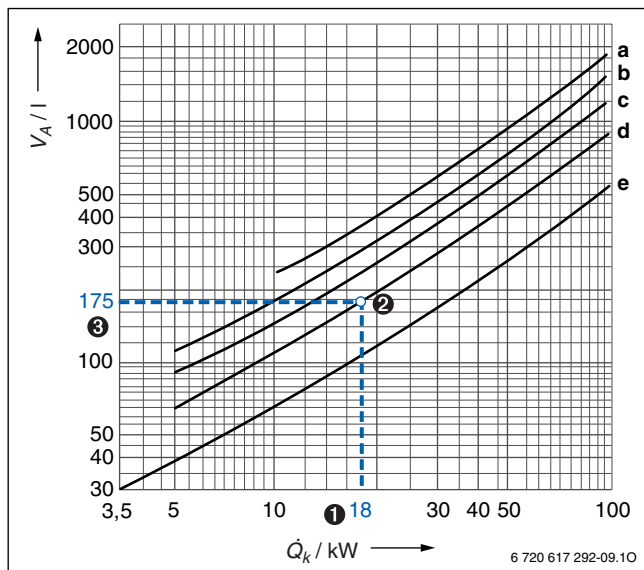

Bild 24 Anhaltswerte für den durchschnittlichen Wasserinhalt von Heizungsanlagen
In Abhängigkeit von verschiedenen Parametern der Heizungsanlage lässt sich das Anlagenvolumen aus dem Diagramm → Bild 24 ablesen.
Das nach Punkt 3 aus dem → Bild 24 abgelesene Anlagenvolumen muss kleiner sein als das maximal zulässige Anlagenvolumen. Wenn das nicht zutrifft, muss ein größeres Ausdehnungsgefäß gewählt werden.
(→ Bild 24, Kurve d)
❹ Erforderlich ist ein AG mit 12 l Inhalt (→ Tabelle 17), weil hierfür das nach Bild 24 ermittelte Anlagenvolumen kleiner als das maximal zulässige Anlagenvolumen ist.